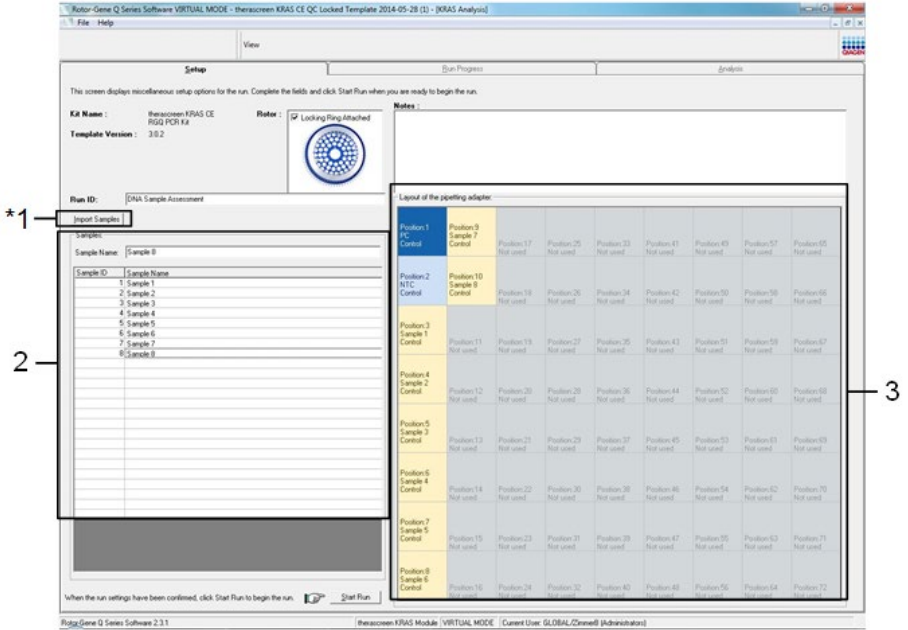

Abbildung 5. Dialogfeld „Notes“(Notizen), Schaltfläche „Start Run“ (Lauf starten) und „Warning“ (Warnung) über unbesetzte Rotorpositionen.
18. Nachdem alle Probennamen eingegeben wurden, überprüfen Sie, dass diese korrekt sind. Geben Sie bei Bedarf zusätzliche Informationen in das Dialogfeld Notes (Notizen) ein und klicken Sie dann auf Start Run (Lauf starten) (Abbildung 5).
Hinweis: Wenn eine Rotorposition unbesetzt ist, wird eine „Warning“ (Warnung) eingeblendet (Abbildung 5 und Abbildung 6), um den Anwender daran zu erinnern, dass unbesetzte Positionen im Rotor mit verschlossenen, leeren Röhrchen gefüllt werden